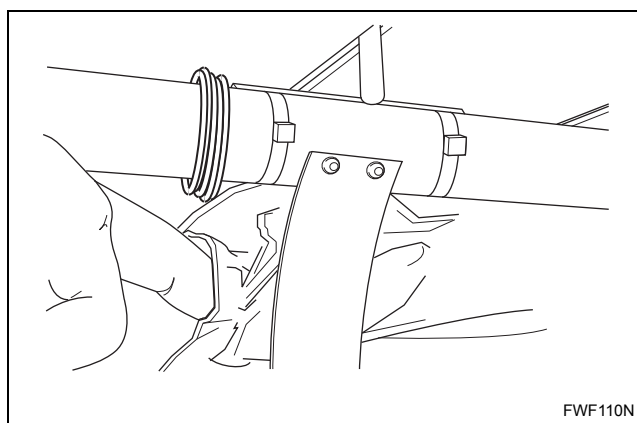
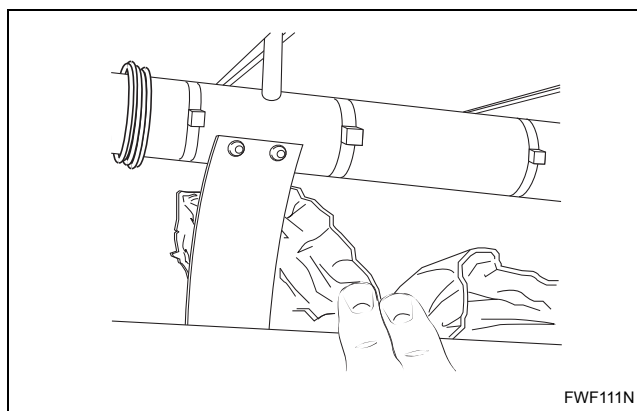
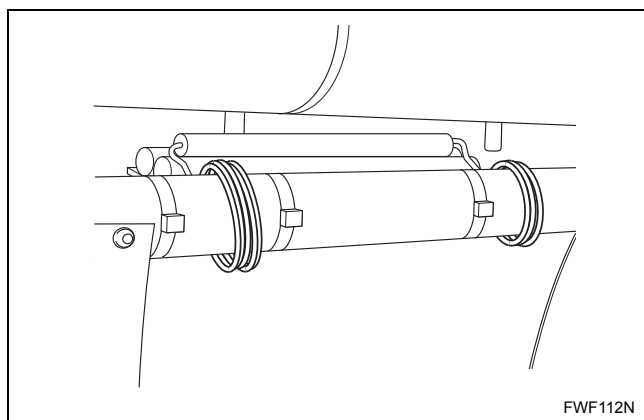

Рис. 9
Рис. 10
Рис. 11
- б. Удаляйте защитную бумагу вручную. Будьте особенно осторожны в зоне разделительного лезвия и датчика температуры. См. *Рис. 9*, *Рис. 10* и *Рис. 11*.